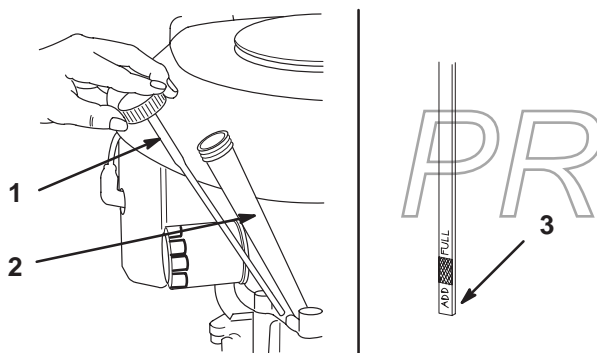

Figure 33
2. Nettoyez la surface autour de la jauge d'huile (Fig. 33) pour éviter que des impuretés ne s'introduisent dans le goulot de remplissage, ce qui risquerait d'endommager le moteur.
3. Dévissez la jauge d'huile et essuyez soigneusement l'extrémité (Fig. 33).
4. Enfoncez la jauge complètement dans le goulot de remplissage sans la visser (Fig. 33) Sortez de nouveau la jauge et examinez l'extrémité. Si le niveau est bas, versez lentement une quantité d'huile suffisante dans le goulot de remplissage pour amener le niveau au repère du plein (Full).
6. Versez lentement environ 80% de la quantité d'huile spécifiée dans le goulot de remplissage (Fig. 33) (voir Changement de l'huile moteur et du filtre, page 32).